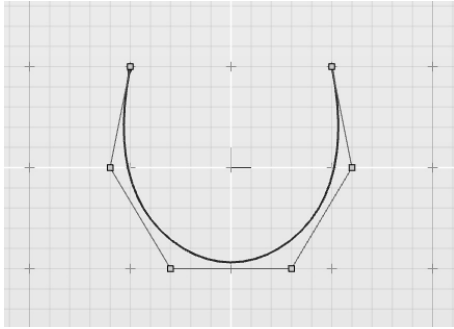

图 3-25 绘制一条 NURBS 曲线
1) 新建文档，在任意平面视图中绘制一条类似图 3-25 所示的曲线。